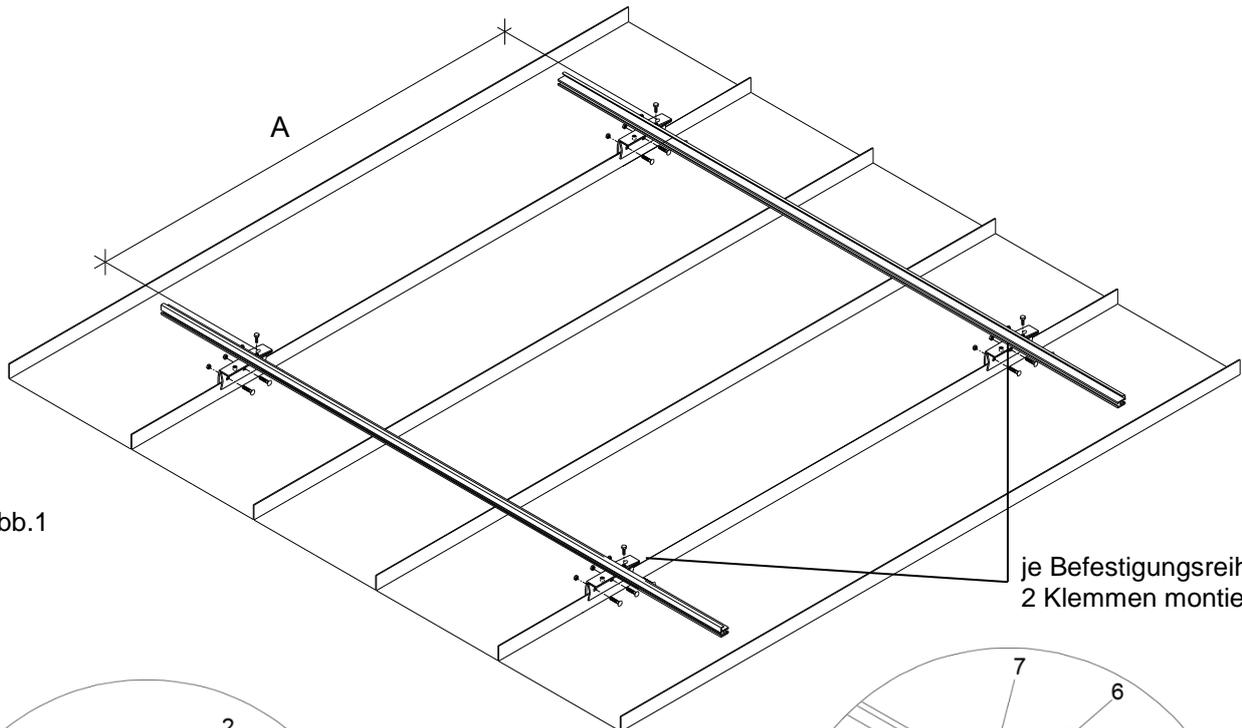

Abb.1
- Um die optimale Lage der Kollektoren zu bestimmen, misst man den Abstand (A) zwischen der oberen und unteren Blechfalzklemme wie in Abb. 1 dargestellt. Nachfolgende Tabelle zeigt den empfohlenen Abstand und die Anzahl der notwendigen Befestigungsreihen.